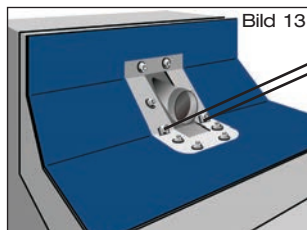

Bild 13
- 2.6 Dachdichtungsbahn mit Losflansch, beiliegenden Sechskantflanschmutter und Unterscheiben verkleben (Bild 13).
3.6 Anschlussbahn mit Losflansch, beiliegenden Sechskantflanschmuttern und Unterlegscheiben verkleben (Bild 13).